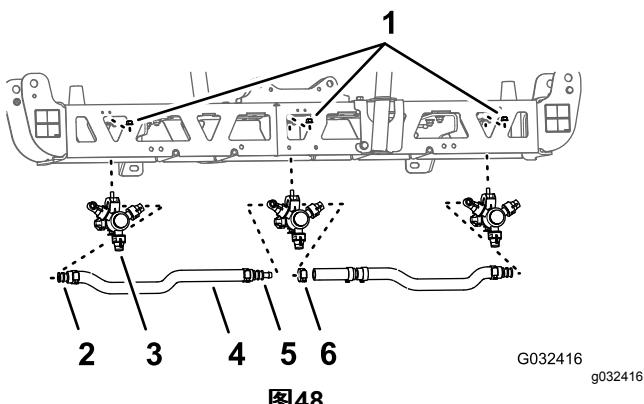
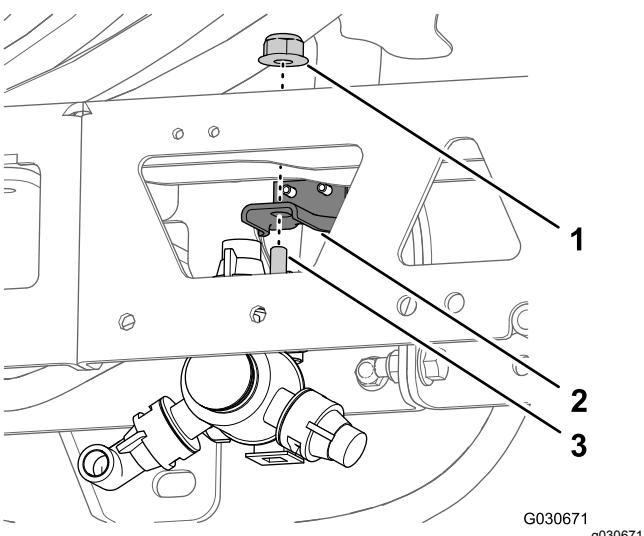

图48
图49
1. 在中间喷洒段拆下将喷嘴固定到喷嘴固定架的凸缘锁紧螺母 图48 和 图49。
3. 从中间喷洒段卸下喷嘴 图48 和 图49。
5. 从中间喷洒段上拆下软管内径 3/4 英寸、宝塔软管柄、夹具和宝塔 T 形接头 图48。